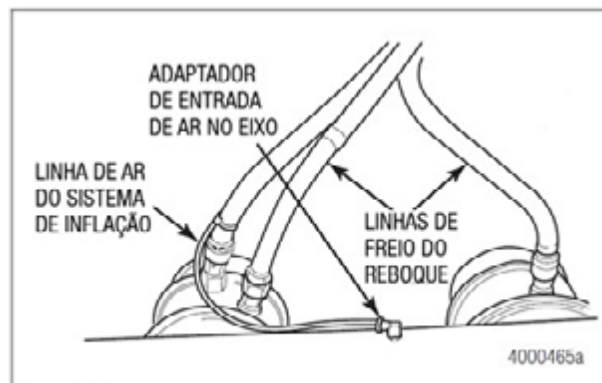

Figura 2.65
3. Instale linhas de ar da conexão em "T" para os adaptadores de ar do eixo. Deixe uma folga suficiente nas linhas de ar para permitir o movimento da suspensão. Use a folga nas linhas de freio do reboque existentes como guia. Figura 2.65. Aperte as conexões das linhas de ar com as mãos e, em seguida, use uma chave de 14,0 mm (9/16 de polegadas) para apertá-las aproximadamente mais uma volta, obtendo, assim, vedação hermética.